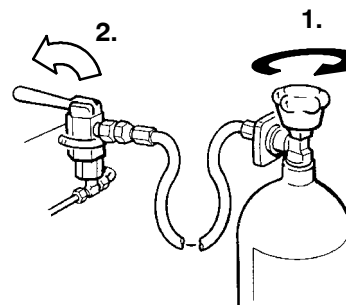
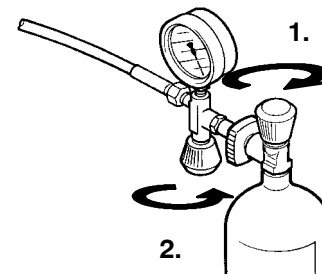

Abb. 24 Abnehmen der Druckluftflaschen
Abb. 25 Abnehmen der Druckluftflaschen
- Nach Erreichen des Enddrucks **zuerst den Flaschenhahn, dann das Füllventil** schließen. Abb. 24 u, Abb. 25